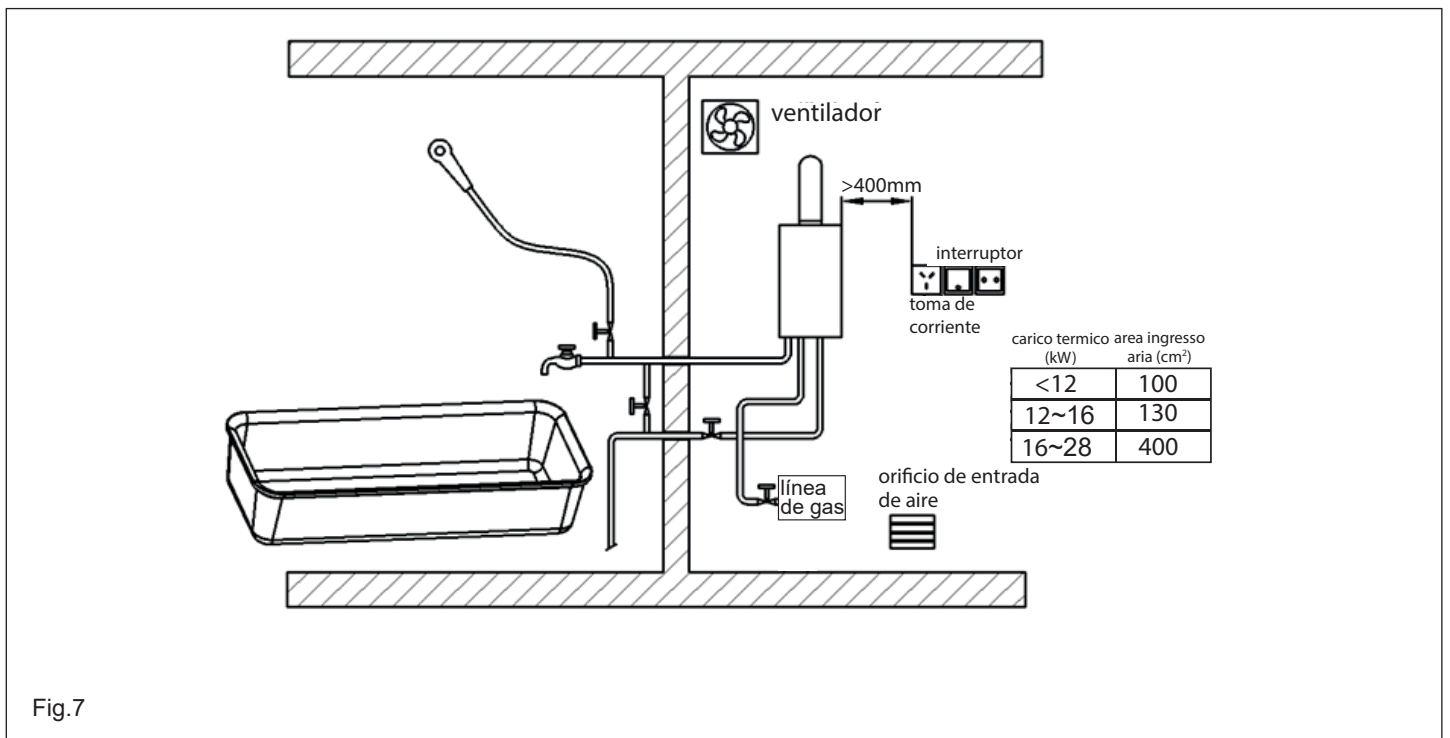

Fig.7
- En la pared debe hacerse un orificio de ventilación y un orificio de toma de aire conectado con el exterior, y las dimensiones del orificio no deben ser inferiores a las indicadas en la tabla de la Fig. 7. El ventilador de aireación, si está presente, debe ser instalado por encima del aparato y el nivel del orificio de aspiración del aire debe ser más bajo que el del aparato. El aparato debe estar ubicado a una distancia de al menos 400 mm de los interruptores eléctricos (Fig. 7) y no deben colocarse sobre el aparato ni cables ni cajas eléctricas.